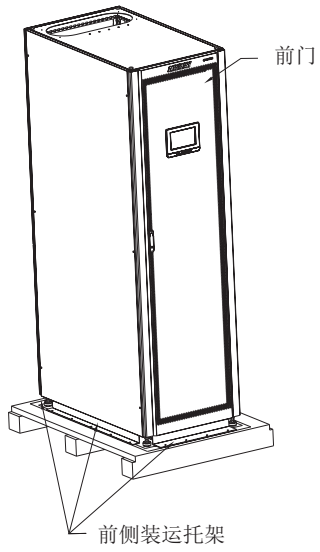
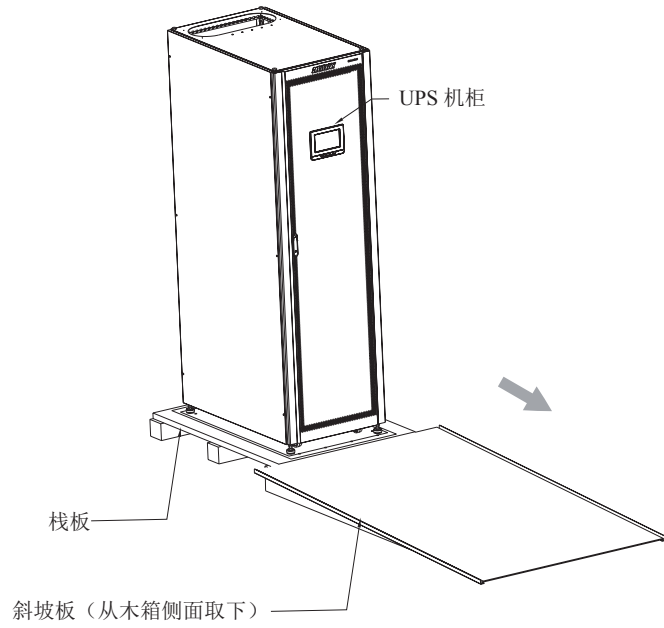

图3-4: 拆除正面装运托架
图3-5: 将斜坡板放置在栈板前面
2. 拆除机柜前侧固定装运托架及托架固定在栈板上的螺钉（见图 3-4）。拆掉前侧的装运托架。如果要永久安装机柜，请保存好装运托架和固定五金件，以备后用。
3. 将斜坡板（木箱的左侧板）放置在栈板前方（见图 3-5）。
9. UPS 机器需用原来的五金件重装第 3 和第 5 步中拆掉的机柜前后两侧的装运托架（见图 3-4 和图 3-5）。